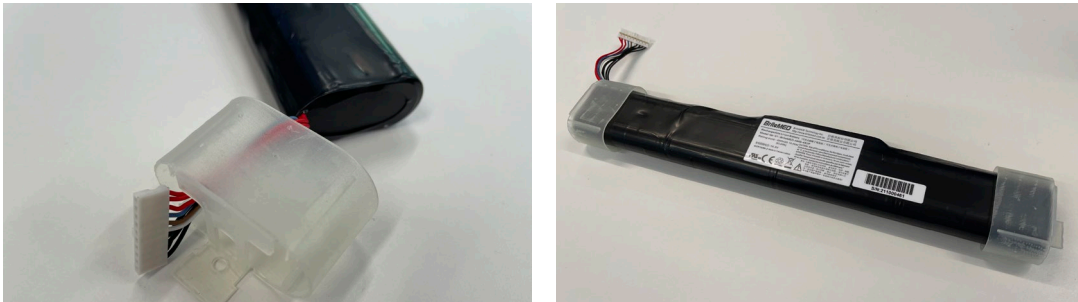

Abbildung 18 Anbringen der Akkudeckel, wie durch die Pfeile gezeigt
d) Bringen Sie die Akkudeckel auf dem neuen Akku an (Abbildung 18)